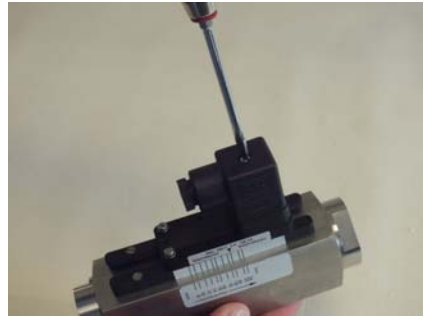

Abb. 51: Steckerdose lösen
- 1.** ➤ Mit einem Schlitzschraubendreher die Befestigungsschraube (Abb. 51) der Steckerdose lösen